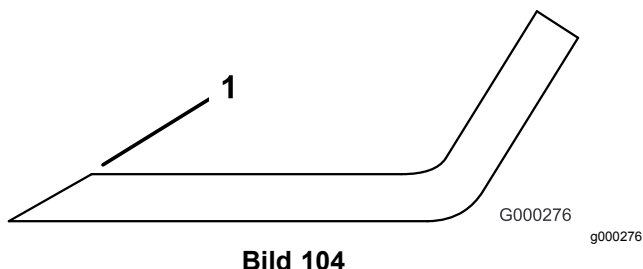

Bild 104
3. Prüfen Sie die Schnittkanten aller Messer und schärfen die Kanten, wenn sie stumpf sind oder Kerben haben (Bild 104).
Hinweis: Schärfen Sie nur die Oberseite der Schnittkante und behalten Sie den ursprünglichen Schnittwinkel bei, um die Schärfe des Messers zu gewährleisten (Bild 104). Das Schnittmesser bleibt ausgewuchtet, wenn von beiden Schnittkanten die gleiche Materialmenge entfernt wird.